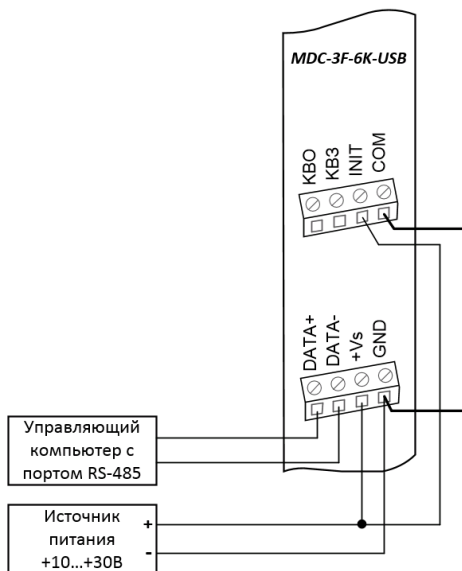

Рис. 5.3. Подключение INIT для изменения скорости обмена и включения режима с контрольной суммой
- подать питание на клеммы COM и INIT в соответствии с рис. 5.3;